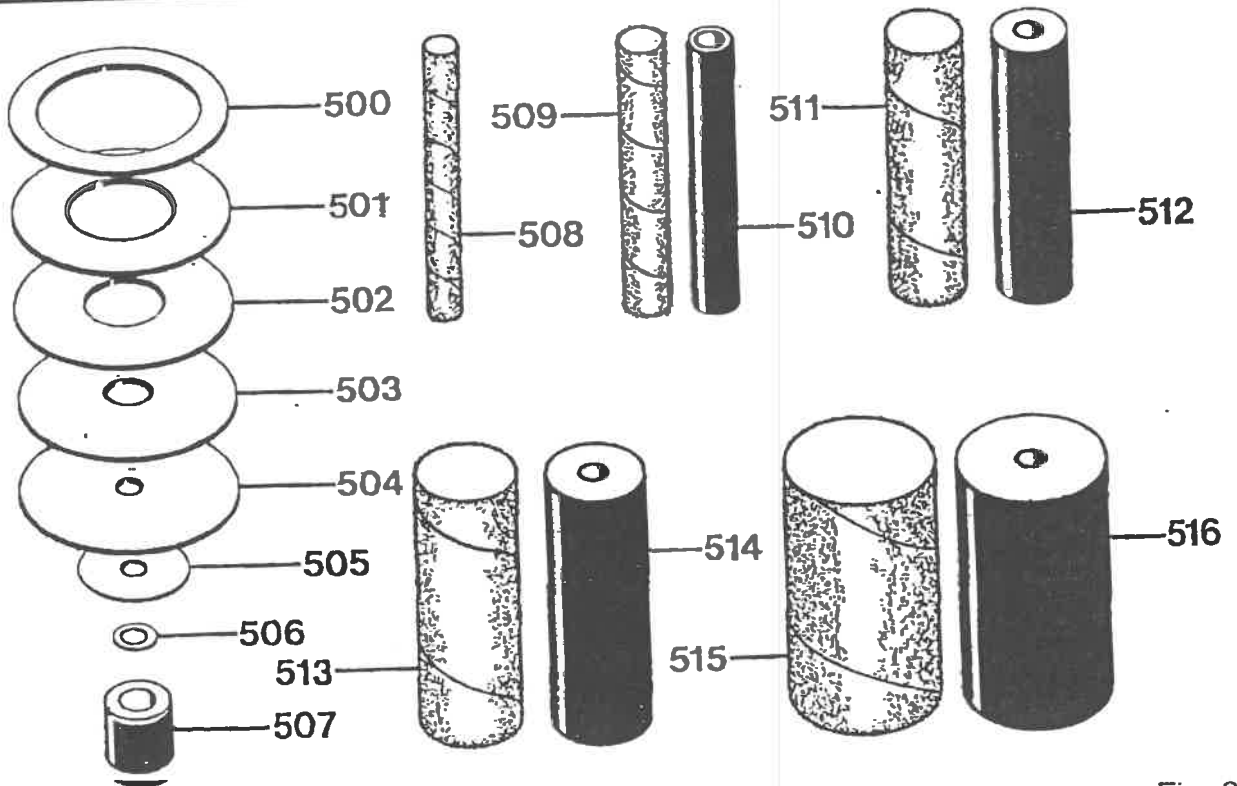

Fig. 2
- 5 Stk. Reduzierringe (Abb.2, Nr.1 - 5)
- 5 Stk. Schleifhülsen Korn 80 12,7/19,1/38,1/50,8/76,2 mm (Abb.2, Nr.9, 10, 12, 14, 16)
- 4 Stk. Gummispindeln 3/4", 1 1/2", 2", 3" (Abb.2, Nr.11, 13, 15, 17),
- 1 Stk. Unterlegscheibe 15,9 mm für den Einsatz von 12,7 mm - Gummispindeln (Abb.2, Nr.7),
- 1 Stk. Unterlegscheibe 46 mm für den Einsatz von 50,8 mm und 76,2 mm - Gummispindeln (Abb.2, Nr.6),